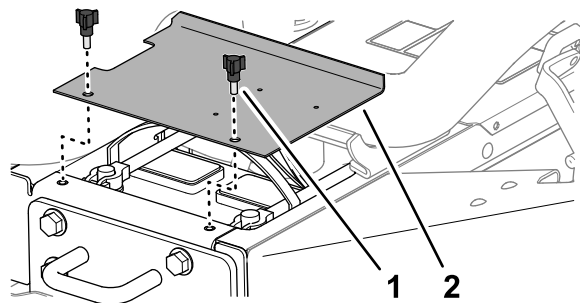

Figura 53
1. Rilasciate i fermi sul lato sinistro e sul lato destro del cofano (Figura 53).